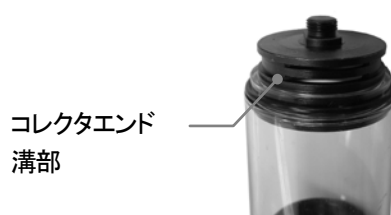

図7-18
- (2) コレクタサイレンサを外すとコレクタエンドが見えますので、コレクタエンド溝部をエアガン等でエアを吹付け清掃してください。(図7-18)